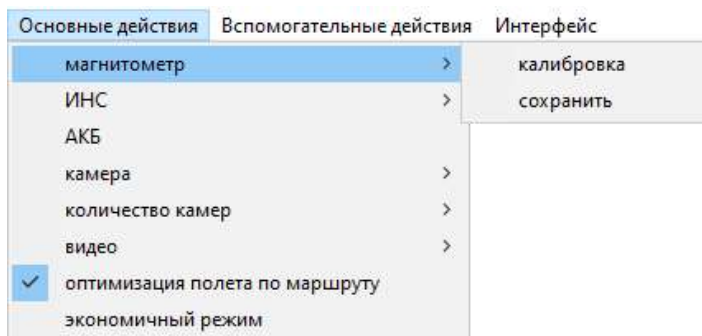

Рисунок 5 – Дополнительное окно «Магнитометр»
5.1.1 При выборе пункта «Магнитометр» открывается дополнительное окно (Рисунок 5), содержащее два пункта – «Калибровка» и «Сохранить».